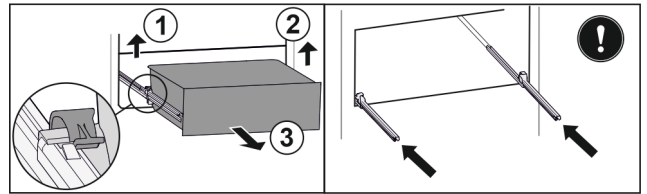

Fig. 73
- Soulever la bride gauche et tirer dans le même temps la partie gauche du tiroir vers l'avant. Fig. 73 (1)
- Soulever la bride droite et tirer dans le même temps la partie droite du tiroir vers l'avant. Fig. 73 (2)
- Retirer le tiroir par l'avant. Fig. 73 (3)